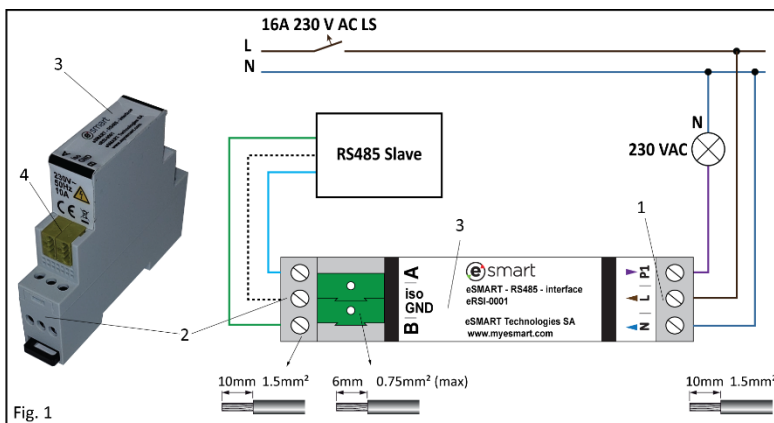

Fig. 1
L'interface eSMART-RS485 doit être connectée au secteur 230 V AC/50 Hz. L'interface eSMART-RS485 dispose de 3 bornes à vis (1, Fig. 1), pour les bornes L, N et Charge P1. Pour la communication au standard RS485, elle dispose de 2 ports de sortie. Il est possible d'utiliser un connecteur de sortie avec une masse isolée accessible (A, B, iso GND montré en 2, Fig. 1) ou un connecteur de sortie (A, B en x, Fig. 1).
- Connectez l'alimentation 230 V AC (1, Fig. 1) aux bornes L et N, à savoir Phase à la borne L et Neutre à la borne N, comme indiqué sur l'illustration.
- Connectez la charge (1, Fig. 1) à la borne P1 comme indiqué sur le schéma (optionnel).
- Connectez les fils du signal RS485 A,B à l'un des ports de sortie optionnels. Le port de sortie avec la masse isolée accessible (2, Fig.1) a 3 bornes à vis dont la section est de max. 1,5mm2. Le port de sortie sans mise à la terre accessible (x, Fig.1) possède une simple terminaison à enfoncer pour les conducteurs solides, avec une section de max : 0.75mm2.
Das eSMART-RS485-Interface ist an das 230 V AC/50 Hz Netz anzuschließen. Das eSMART-RS485-Interface verfügt über 3 Schraubklemmen (1, Abb. 1), für die Klemmen L, N und Last P1. Für die RS485-Standard-Kommunikation stehen 2 Ausgangsport zur Verfügung. Es kann entweder ein Ausgangsport mit isolierter Masse (A, B, iso GND, dargestellt in 2, Abb. 1) oder ein Ausgangsport (A, B in x, Abb. 1) verwendet werden.
- Schließen Sie die Stromversorgung 230 V AC (1, Abb. 1) an die Klemmen L und N an, d.h. Phase an Klemme L und Neutral an Klemme N, wie in der Abbildung gezeigt
- Schließen Sie die Last (1, Abb. 1) an die Klemme P1 an, wie in der Abbildung gezeigt..
- Schließen Sie die RS485-Anschlussdrähte A, B an einen der Ausgangsport an. Der Ausgangsport mit Isolationserde (2, Abb.1) hat 3 Schraubklemmen für Leiter mit einem Querschnitt von max. 1,5mm2. Der Ausgang mit nicht zugänglicher Masse (x, Abb.1) hat einen einfachen Push-In-Anschluss für eindrähtige Leiter mit einem Querschnitt von max. 0,75mm2.